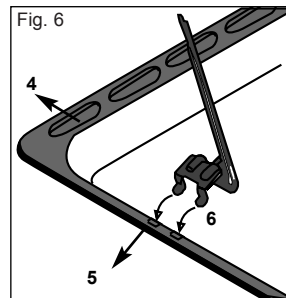

Fig. 6
Pour monter le support de la broche tournante, disposez-le dans les orifices de la plaque (5) comme illustré sur la figure 6.